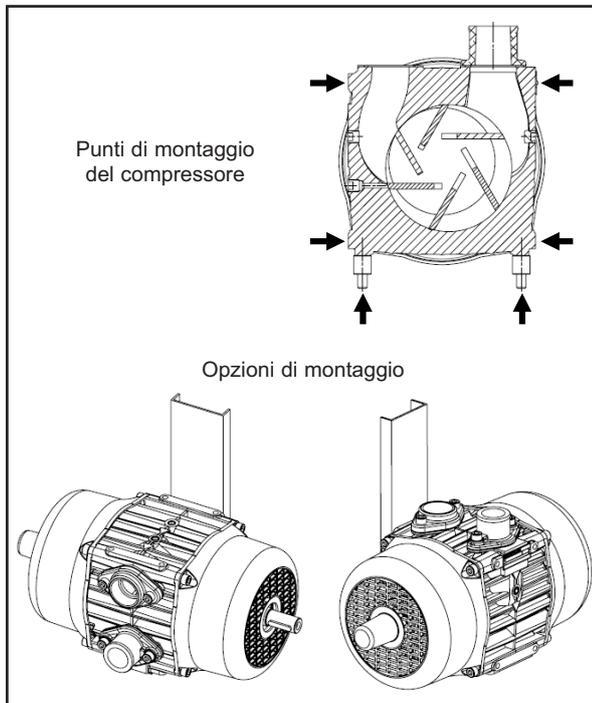

Figura 1 - Montaggio
1. I punti di ancoraggio del compressore E140 si trovano ai due lati del corpo e sulla base. Il montaggio si effettua tramite i giunti e i tiranti forniti ; vedi figura 1. Oltre al supporto di montaggio standard, MOUVEX può fornire supporti adatti alle installazioni esistenti che utilizzano altri tipi di compressori.